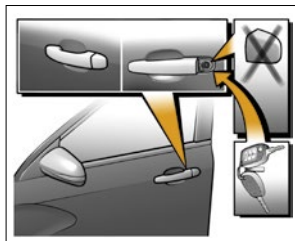

Рис. 4. Запирание и отпирание дверей вручную
**Передние двери.** Возьмитесь рукой за ручку двери (рис. 4), обхватив сверху, и потяните ее на себя перпендикулярно двери.